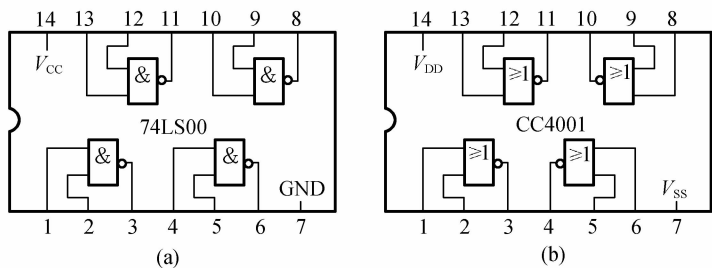

图 3.1.1 管脚图
74LS00, CC4001 集成电路外引线排列如图 3.1.1 所示。
将 74LS00/74HCT00 芯片插入面包板,按图 3.1.1(a)接线,在 74LS00/74HCT00 中选一个与非门,芯片的  $V_{CC}$  (14 脚)接通 5V 电源,将集成片中 GND 端(7 脚)接地,用万用表测 14 脚与 7 脚之间应有 5 V 电压。其他管脚均悬空,用万用表的电压挡测量各管脚的对地电压,输入端对地应有 1.0 ~ 1.4 V 的电压,而输出端的读数大约为 0.2 V。否则,门电路可能已损坏。将测量结果记录在表 3.1.1 中。
(2) 将 CMOS 或非门 CC4001 和与非门 74LS00/74HCT00 分别按图 3.1.1 接线